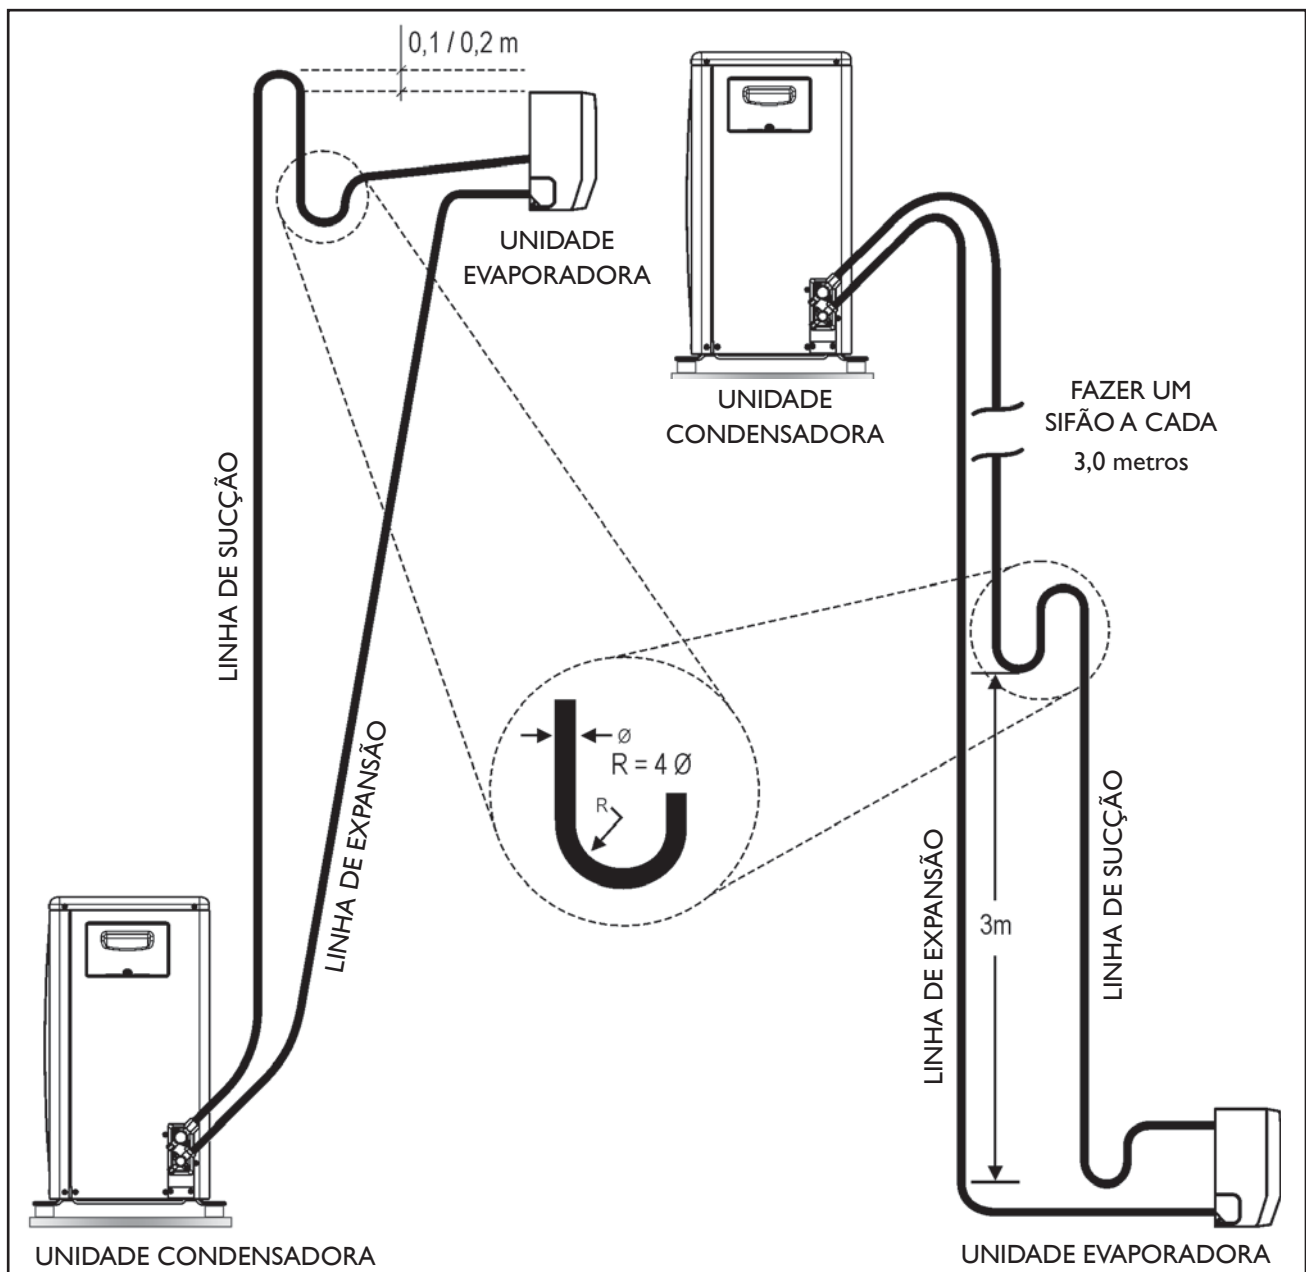

FIGURA 15 - SIFÃO NA LINHA DE SUCCÃO
- 4° Inclinare as linhas horizontais de sucção no sentido do fluxo. (Figura 15)
- No caso de haver desnível entre 4 e 5 metros entre as unidades e estando a evaporadora em nível inferior, deve ser instalado na tubulação de sucção um sifão para cada 2,5 ou 3 metros de desnível (ver figura 15).
Convém também informar que deverá haver uma pequena inclinação na tubulação de sucção no sentido evaporadora-condensadora (ver Figura 15).